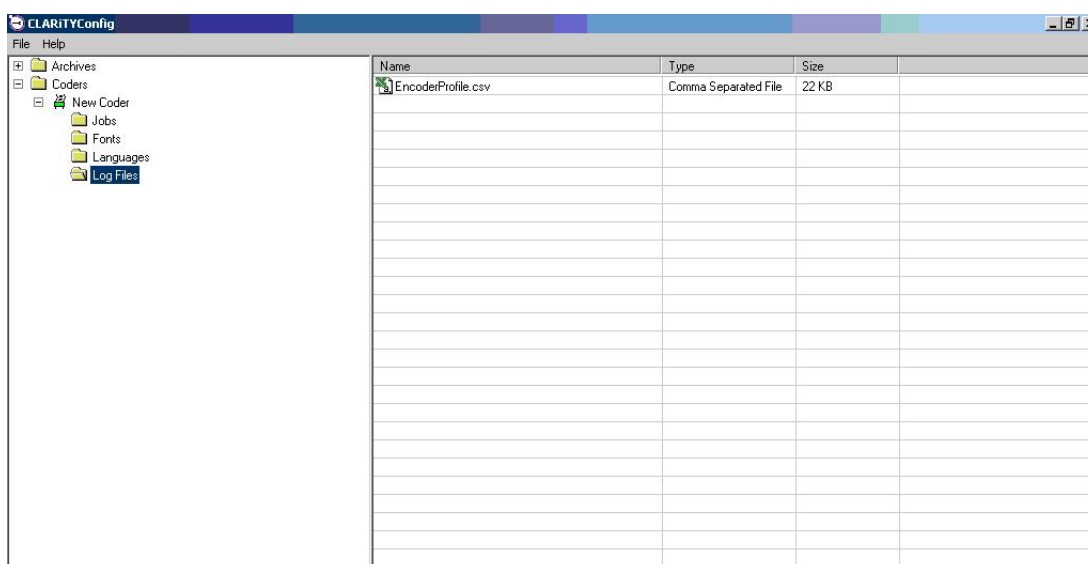

Рис. 5-20: Профили энкодера - Файлы журналов
3. Для доступа к этому файлу выберите папку Log Files (Файлы журналов) из нового энкодера, как показано на Рис. 5-20.